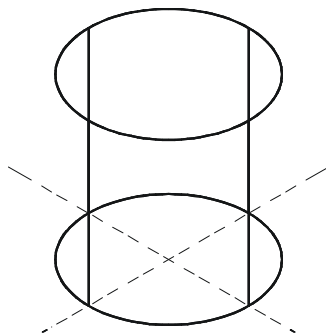
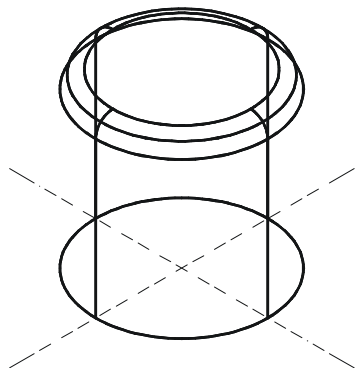

图 9-3-2
图 9-3-3
STEP 02 把视图转到东北等轴测视图，运用圆柱命令以中心线的交点为圆柱的底心绘制一半径为 50，高为 100 的圆柱，如图 9-3-2 所示。
STEP 03 运用倒圆角命令  对如图 9-3-2 所示的圆柱进行倒圆角，半径为 10，效果如图 9-3-3 所示。